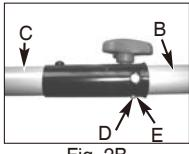

Fig. 2B
- Hå et fast grep om tilbehøret (B) når du skyver det rett inn i sammenkoblingsmekanismen (C). Skyv det inn til utlösningsknappen (D) er fremme i primærhullet (E) på sammenkoblingsmekanismen. (Fig. 2B)